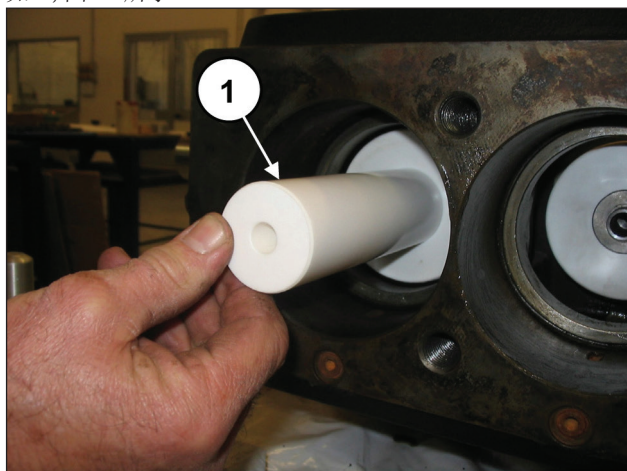
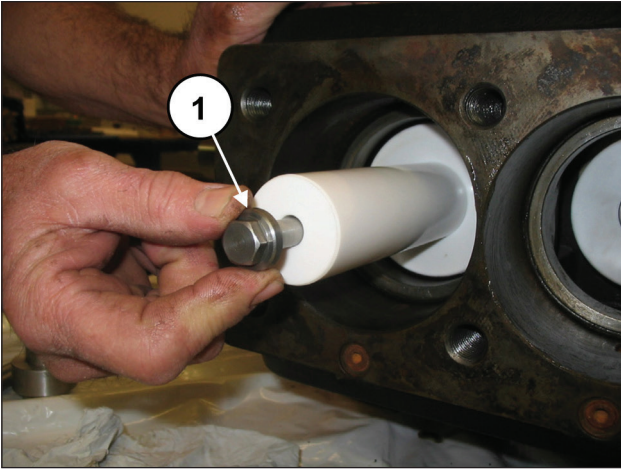

图147
图148
将活塞安装在相应的导承上 (部件号①, 图147) 并固定, 如①, 图148所示。